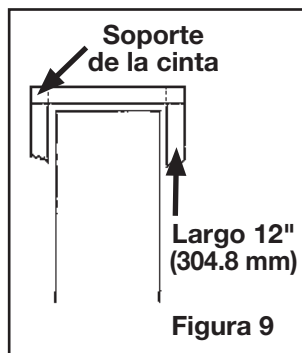
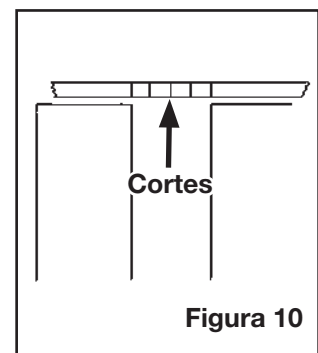

Figura 9
Figura 10
5. Para prevenir largas secciones de levantamiento de cinta en donde el tráfico cruza las líneas de la cinta, haga rectángulos (**Figura 9**) o corte el ancho de 100 a 150 mm (4 a 6 pulgadas) (**Figura 10**).
Nota: Si se daña la cinta, la técnica de corte permite la fácil remoción y reparación de las secciones dañadas (**Figura 10**).